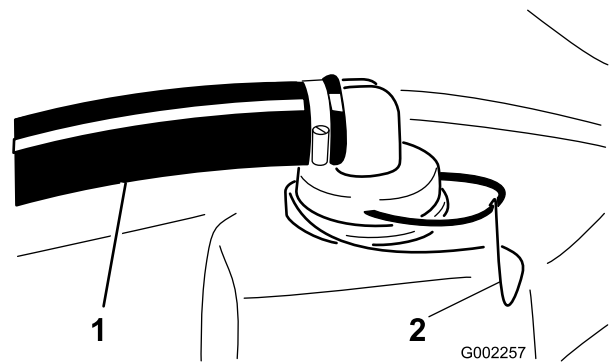

Figura 61
2. Retire a fixação do encaixe vermelho colocado na tubagem mais larga na parte superior do depósito (Figura 61).
3. Retire a tubagem do depósito (Figura 61).